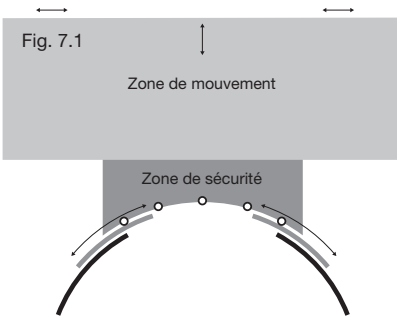

Fig. 7.1
- Porte cintrée extérieure:** utiliser 5 marqueurs (voir fig.7.1)